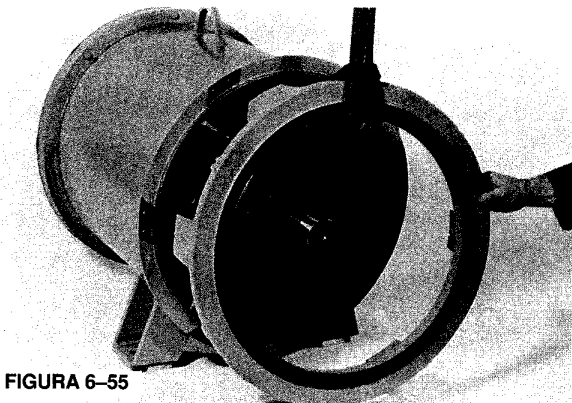

FIGURA 6-55
3. a. En los generadores de un solo cojinete, deslice el adaptador SAE sobre el ventilador, y fíjelo al ensamble del bastidor y el estator principal con tornillos de casquete torsionados según la sección 12. (Figura 6-55 y 6-56.) Puede ser necesario elevar ligeramente el ensamble del rotor para permitir el montaje del adaptador SAE.